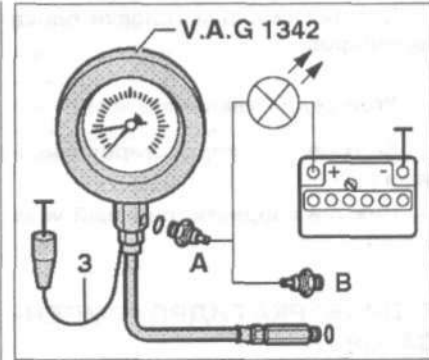

Рис. 5.33. Проверка давления масла и датчика давления.
1. Выкрутите датчик давления и вкрутите его в тестер (рис. 5.33).